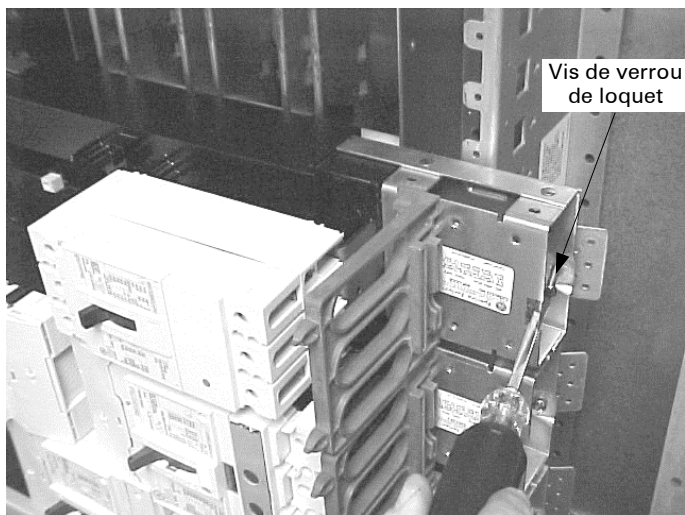

Figure 7. Installation du module de disjoncteur.
- 5. Installer le module.** Enclencher un côté du module de disjoncteur. Relâcher le loquet de rail. Faire pivoter le module sur les barres omnibus et mettre en prise le second loquet. Relâcher le loquet de rail. Serrer les vis de loquet de rail à 25 lb.-po., comme montré à la Figure 7.